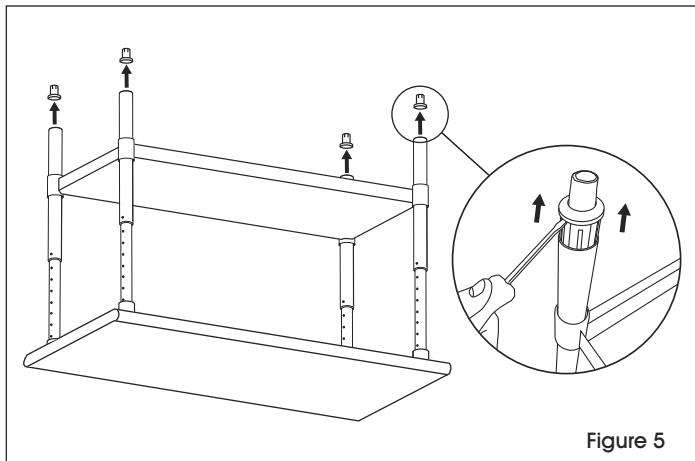

Figure 5
1. Retournez la table sur une surface lisse qui ne marque pas. Retirez les pattes réglables des pieds avec un tournevis à tête plate. (Voir Figure 5)